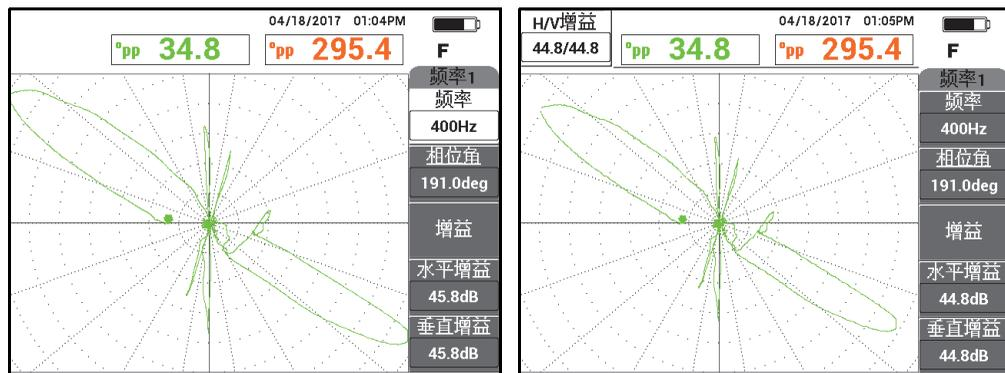

图 5-198 管板圆环信号受到剪切（左图）和调整了增益后的管板圆环信号（右图）
- 调整管板圆环的信号，以使信号不会被屏幕剪切（8到9个主要分区）（参见第250页的图5-198）。